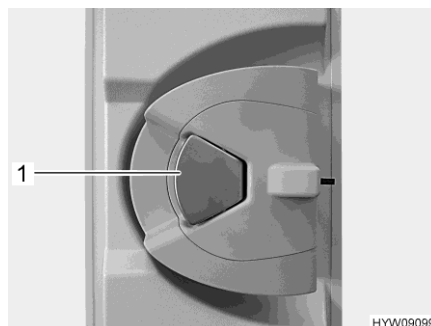

Bild 37 Türschloss (Wohnraumbür innen)
- Wenn das Türschloss verriegelt ist: Am Türgriff (Bild 37,1) einmal ziehen. Die Tür ist entriegelt.
- Am Türgriff (Bild 37,1) ziehen. Die Tür ist geöffnet.
- Den Türgriff (Bild 37,1) drücken.